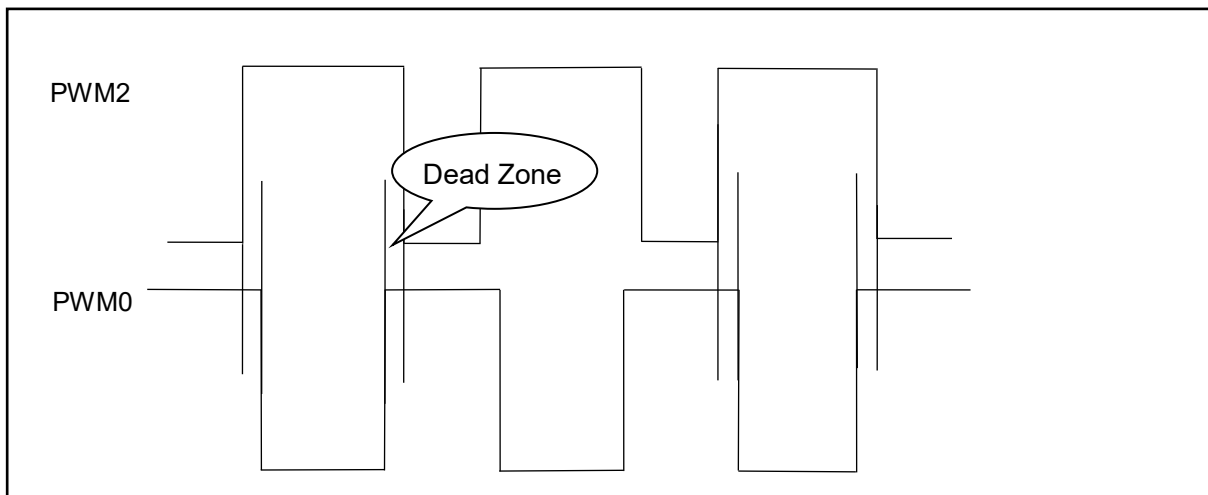

图 16: 两路互补 PWM 波形
1. 上述程序中，固定占空比时对应的 PWM0/PWM2 波形如图 16 所示。